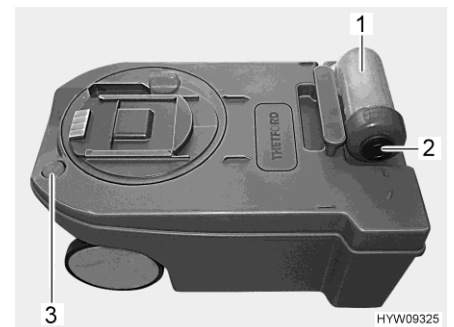

Bild 113 Fäkalientank
- An einer ausgewiesenen Entsorgungsstation den Auslaufstutzen (Bild 113,1) nach vorn schwenken und Deckel (Bild 113,2) abschrauben.
- Farbigen Belüftungsknopf (Bild 113,3) drücken und gedrückt halten, bis der Fäkalientank leer ist.